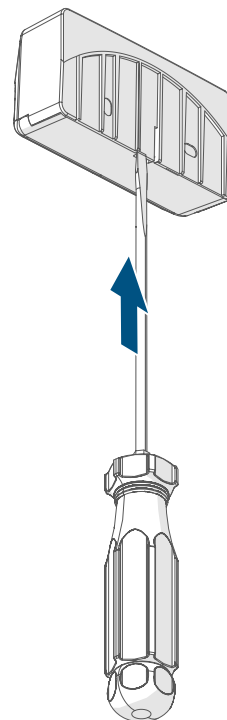

Figura 2
- Premere leggermente all'indietro la linguetta sul retro del supporto a parete (A) (se necessario, utilizzando un cacciavite a taglio) per sganciare l'unità elettronica (C) dal supporto a parete (→v. figura 2).
- Togliere la batteria scarica dal vano batterie (D).
- Inserire di nuovo la batteria rispettando i contrassegni della polarità e tenere premuto contemporaneamente il tasto di sistema (E) per 4 secondi finché il LED dell'apparecchio (E) non inizia a lampeggiare con luce arancione.